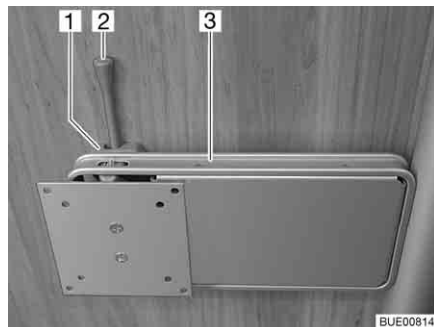

Fig. 43 Support sur colonne
- Pousser le levier de déverrouillage (Fig. 43,2) sur le côté et pivoter le support (Fig. 43,3) et l'écran plat pour les amener en position souhaitée.
- Pivoter l'écran plat en sens inverse, jusqu'à ce que le support (Fig. 43,3) s'enclenche dans le verrouillage (Fig. 43,1).